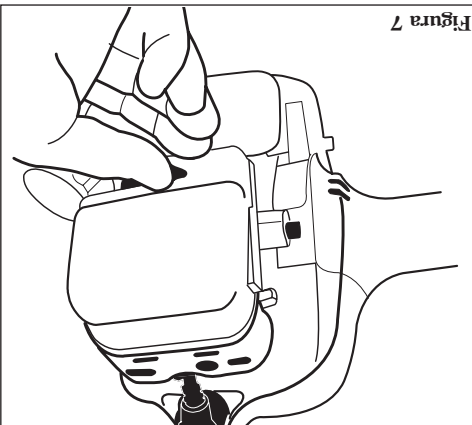

Figura 7
1. Afloje el botón de la tapa del filtro de aire y retire la tapa del filtro de aire. Consulte la figura 7.